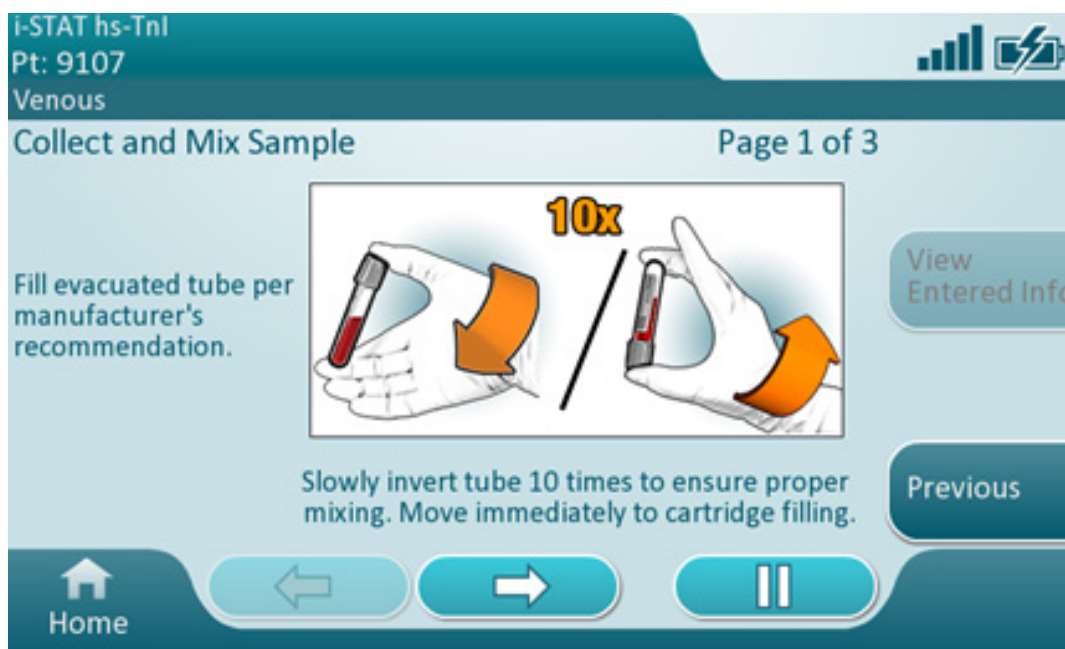

Figura 3.4.4
- Când limitele specifice sexului sunt activate și pacientul este găsit în lista ADT, testarea va continua cu solicitarea corespunzătoare pe baza cartușului scanat – Figura 3.4.4 de mai jos: